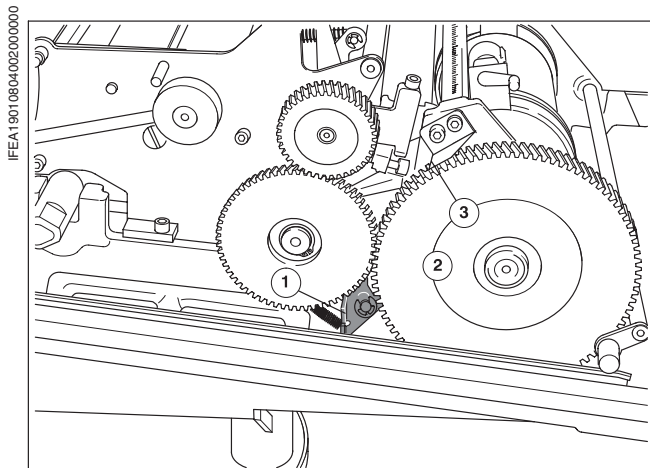

Рис. 35 Размещение нумераторных головок
- 1 Деблокировать приводную шестерню (Рис. 35/②), подняв стопорную защелку (Рис. 35/①).
- 2 Поворачивать приводную шестерню (Рис. 35/②), пока кромка измерительной стрелки не установится на 7 (7 соответствует 70 мм от передней кромки листа).